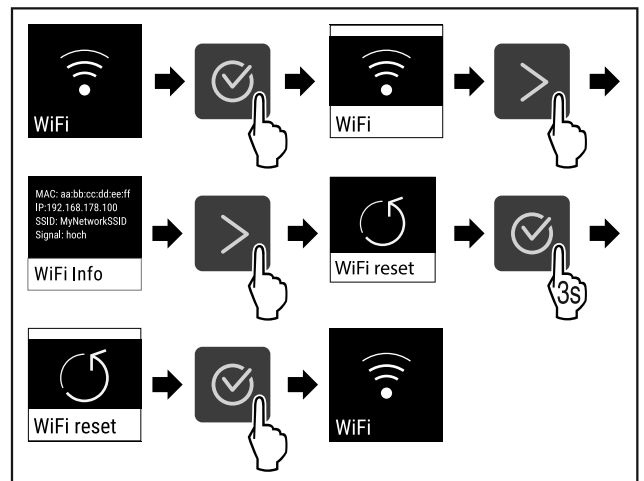

Fig. 88
- Suorita toimenpidevaiheet (katso Fig. 88).